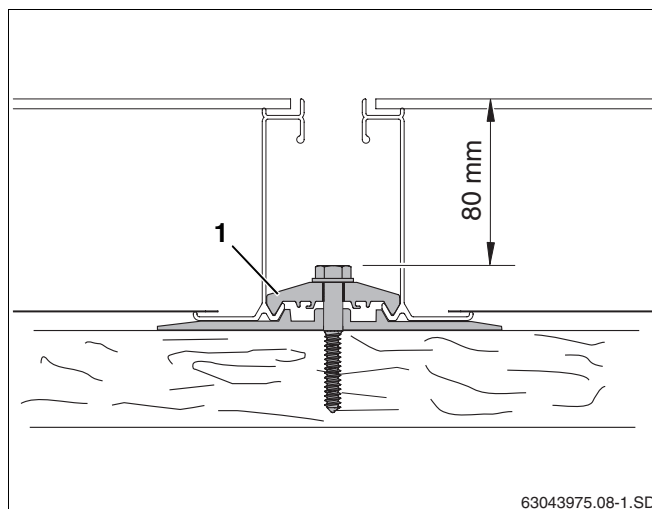

Fig. 28 Aparafusar o grampo de fixação bilateral
- ▶ Apertar o parafuso do grampo de fixação bilateral (fig. 28, **item 1**). Para o efeito, utilizar uma chave de boca SW 10 com um comprimento mín. de 80 mm.